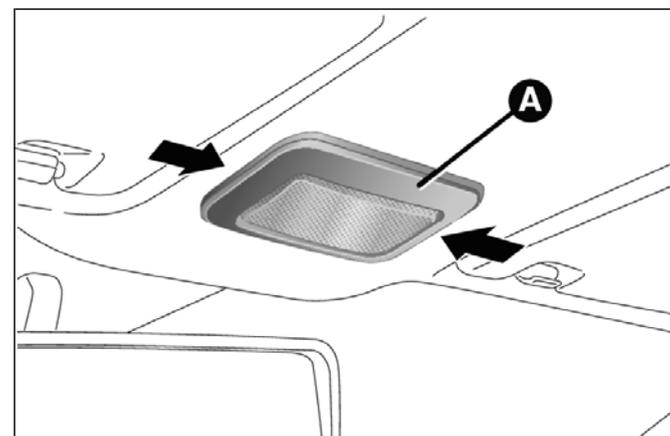
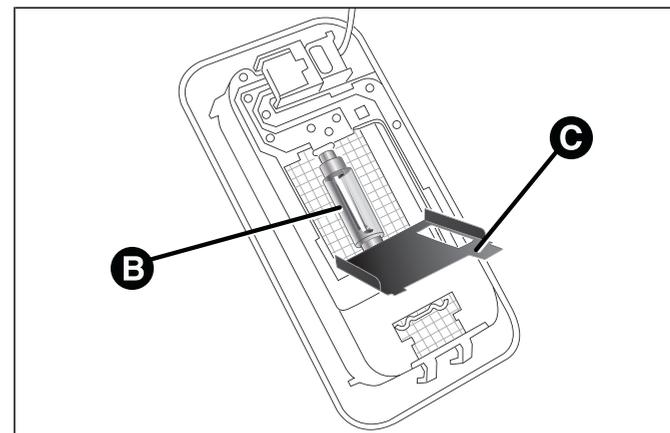

fig. 139
fig. 140
- agir sur le point indiqué par la flèche et enlever le plafonnier A fig. 139 ;
- ouvrir le volet C fig. 140 et remplacer l'ampoule B en la séparant des contacts latéraux ;
- monter la nouvelle ampoule B fig. 140, en s'assurant qu'elle soit bien bloquée entre les contacts ;
- refermer le volet C fig. 140 et fixer le plafonnier A fig. 139 dans son logement en s'assurant de son blocage.